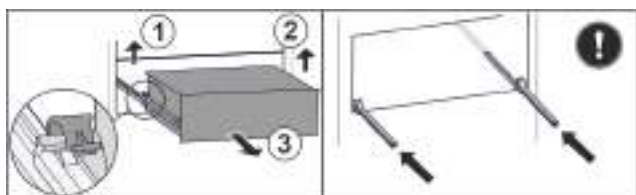

Fig. 131
- Dvignite levo spojko in hkrati povlecite predal levo naprej. Fig. 131 (1)
- Dvignite desno spojko in hkrati povlecite predal desno naprej. Fig. 131 (2)
- Predal vzemite ven v smeri naprej. Fig. 131 (3)